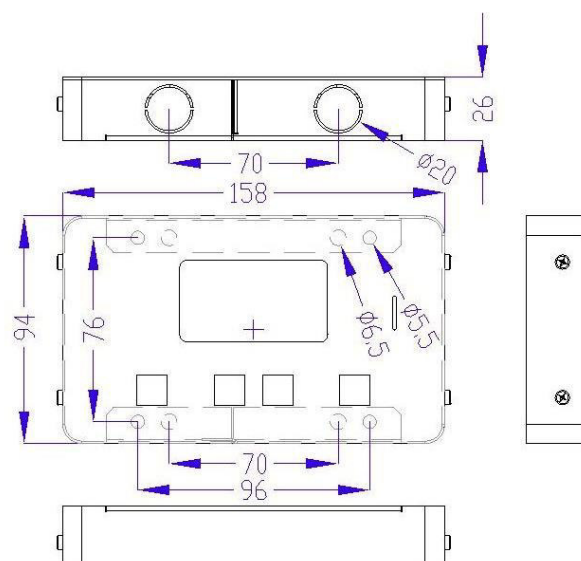

Abb.4 - Abmessungen
- 1) Installieren Sie das **WRD** an einem trockenen Ort. Es hat zwei Befestigungsmöglichkeiten: direkt auf der Platte und mit dem eigenen Behälter (*Abb. 4*).
- 2) Der hintere Teil bietet Zugang zu den elektrischen Anschlüssen (*Abb. 4*). Sowohl der Stromversorgungsanschluss als auch der **WBUS**¹-Anschluss sind abnehmbare Klemmen, die einfach zu verdrahten sind. Schließen Sie die Kabel richtig an. Wenn die Stromversorgung über die Batterie erfolgt, wird empfohlen, dass die Sicherung (0,5 A) zum Schutz der Kabel verwendet wird. Schließlich, wenn es verwendet wird, schließen Sie auch das Ethernet-Kabel an.